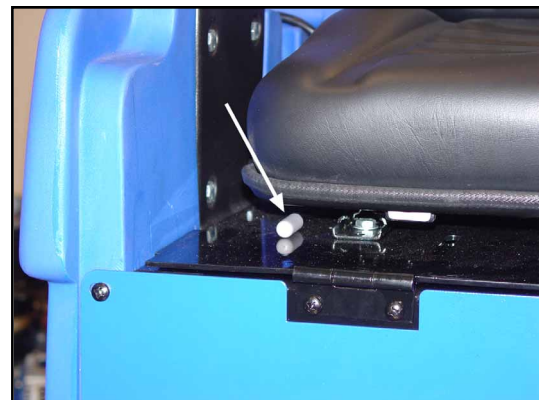

Figura 19
1. Es posible ajustar el asiento en la posición hacia adelante /atrás mediante el uso de la palanca ubicada en el costado inferior derecho del asiento. Si mueve la palanca el asiento puede deslizarse hacia la posición elegida. Consulte la Figura 19.